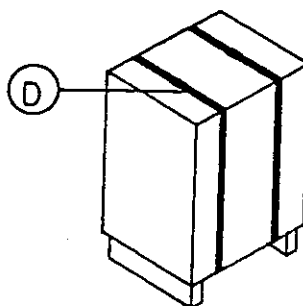

FIG. 5
2.1 Imballo e disimballo (fig. 5 e 6)